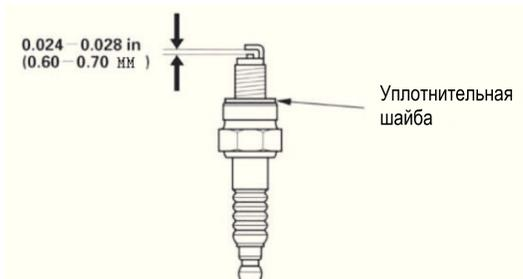

Рис. 27
6. Проверьте зазор между электродами. Он должен составлять 0.6-0.7мм. При необходимости отрегулируйте зазор (рис.27).